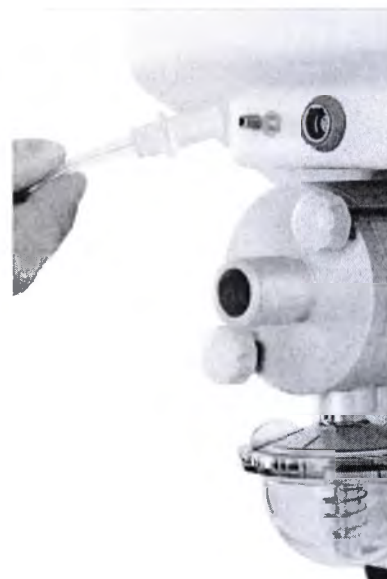

Рис.4.13 – Подключение соединительной трубки небулайзера к штуцеру на передней панели аппарата ИВЛ
- Подключите соединительную трубку из комплекта поставки небулайзера к штуцеру «Небулайзер» на передней панели аппарата и входному штуцеру небулайзера (см. рис. 4.13).